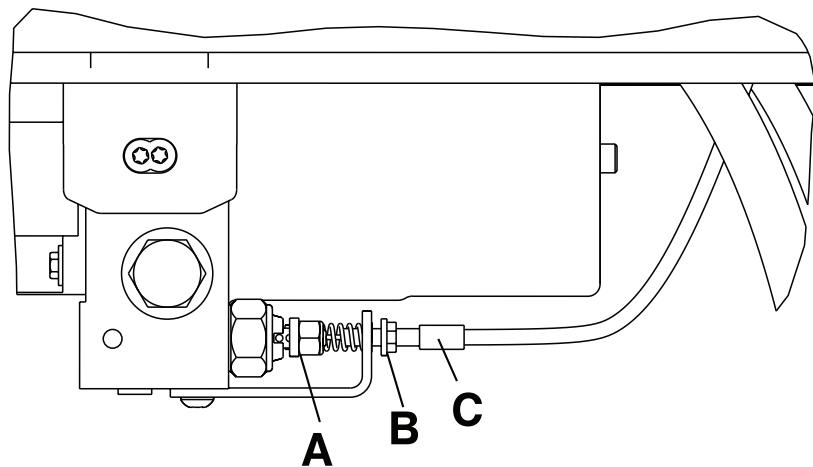

Figure 8 – Câble de déblocage manuel
2. S'assurer que le câble de déblocage manuel est intact (A) (Figure 8).
3. À l'aide d'une clé mixte de 10 mm, desserrer l'écrou de blocage du câble (B) (Figure 8).
4. À l'aide d'une clé mixte de 8 mm, ajuster la tension sur le câble de déblocage manuel de sorte qu'il commence juste à toucher la double attache de déblocage manuel (C) (Figure 8).